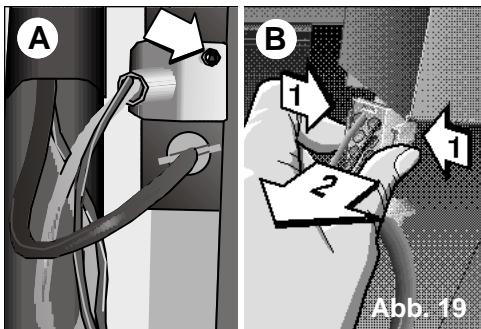

Abb. 19
- ☐ Zum Ausstecken des Elektrokabels Schraube lösen und Deckel abnehmen **Abb. 19 A**. Die seitlichen Verankerungsstifte leicht zusammendrücken und Stecker aus der Buchse ziehen, siehe **Abb. 19 B**.
Vergewissern Sie sich außerdem, dass der Deckel für den Elektroanschluss wieder geschlossen und mit der entsprechenden Schraube gesichert ist. Abb. 19.